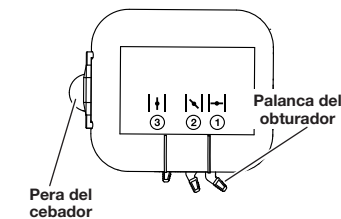
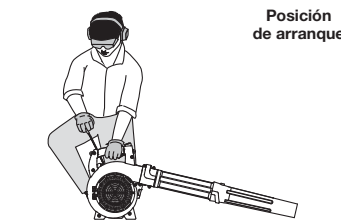

Fig. 9
Fig. 10
ADVERTENCIA: Evite los arranques accidentales. Cerciérese de estar en la posición de arranque al tirar de la cuerda (Fig. 10). A fin de evitar lesiones graves, el operador y la unidad deben estar en una posición estable durante el arranque.
3. Oprima y suelte completamente la pera del cebador 10 veces, lentamente. Deberá verse alguna cantidad de combustible en la pera del cebador (Fig. 9). Si no se ve combustible en la pera, oprima la pera hasta que se vea el combustible.
4. Coloque la palanca del obturador en la **Posición 1** (Fig. 9).
5. **No apriete el gatillo.** Colóquese en la posición de arranque (Fig. 10). Tire de la cuerda de arranque 5 veces en un movimiento controlado.
6. Coloque la palanca del obturador en la **Posición 2** (Fig. 9).
9. Continuar oprime el gatillo. Mover la palanca del obturador a la **Posición 3** (Fig. 9) y continuar el calentamiento del motor por un período adicional de 60 segundos. La unidad se puede usar durante este tiempo.
5. Agáchese en la posición de arranque (Fig. 10). Coloque el arrancador eléctrico o el accesorio opcional Power Start Bit™ en el costado de la unidad. Consulte la sección de Operación del manual del operador del Arrancador Eléctrico o Accesorio de Arranque Eléctrico Opcional Power Start Bit™.
6. **No apriete el gatillo.** Apriete y sostenga el botón de ENCENDIDO (I) del arrancador eléctrico o taladro durante 2 segundos.
7. Coloque la palanca del obturador en la **Posición 2** (Fig. 9).
8. **No apriete el gatillo.** Apriete y sostenga el botón de ENCENDIDO (I) del arrancador eléctrico o taladro durante 2 segundos, hasta que la unidad arranque.
11. Continuar oprime el gatillo. Mover la palanca del obturador a la **Posición 3** (Fig. 9) y continuar el calentamiento del motor por un período adicional de 60 segundos. La unidad se puede usar durante este tiempo.